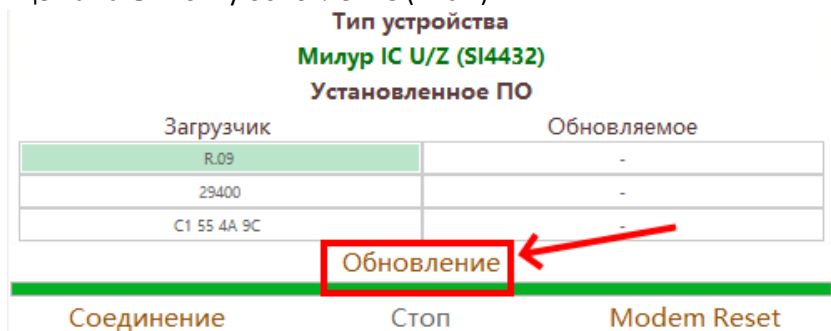

Рис. 4
- На этой же странице нажать кнопку обновление (Рис.4)